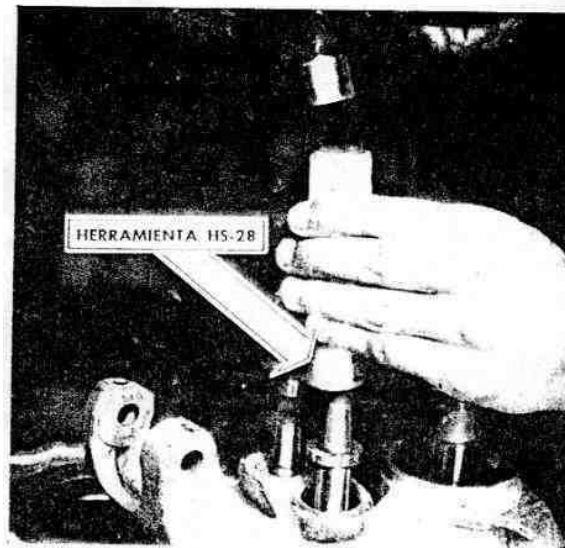

Fig. 175. — Instalando un retén de aceite de barra de cambios, con la herramienta HS-28.
11) Instalar los retenes de aceite de las barras, con la herramienta y su dedal (Fig. 175).